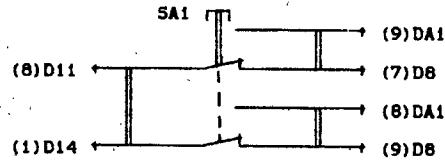
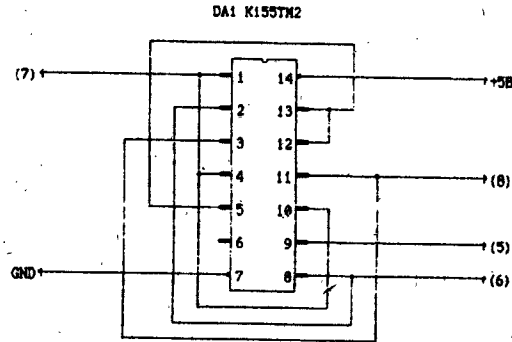

Рис. 5
Рис. 6
дорожку, идущую от девятого вывода микросхемы DA1 к первому выводу процессора, а также отсоединить от платы и отогнуть седьмой вывод D8. Микросхему DA1 следует установить на плате поверх D11, припаяв ее 7-й и 14-й выводы к соответствующим выводам нижней микросхемы, а остальные выводы DA1 отогнуть в горизонтальное положение. Затем производится распайка монтажных проводов согласно рис. 6 и рис. 7, на которых показаны, соответственно, микросхема DA1 и фрагмент системной платы БК-0010(.01). Соединение проводов (1) — (6) с переключателем выполняется в соответствии с рис. 3.
три. Делитель может быть собран на микросхеме ТМ2 серий 155, 555, 1533. Схема доработки (для случая постоянного включения тактовой частоты 4 МГц) приведена на рис. 4. Если же вы хотите сохранить возможность включения стандартной тактовой частоты, то выводы 8 и 9 микросхемы DA1 следует подсоединить к переключателю, как показано на рис. 5. При проведении данной доработки первоначальная последовательность действий та же, что и для предыдущей: на системной плате надо перерезать дорожку, идущую от девятого вывода микросхемы DA1 к первому выводу процессора, а также отсоединить от платы и отогнуть седьмой вывод D8. Микросхему DA1 следует установить на плате поверх D11, припаяв ее 7-й и 14-й выводы к соответствующим выводам нижней микросхемы, а остальные выводы DA1 отогнуть в горизонтальное положение. Затем производится распайка монтажных проводов согласно рис. 6 и рис. 7, на которых показаны, соответственно, микросхема DA1 и фрагмент системной платы БК-0010(.01). Соединение проводов (1) — (6) с переключателем выполняется в соответствии с рис. 3.